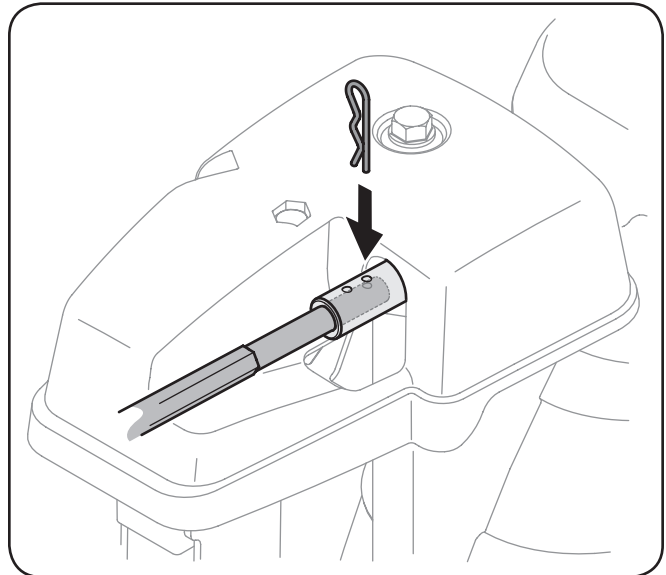

Figura 3-16
7. Empuje la varilla hacia el panel de control hasta que el orificio en la varilla hexagonal se alinee con el orificio en la entrada de control del canal lo más cerca posible del cabezal de control del canal e inserte el pasador de chaveta. Vea la Figura 3-16.